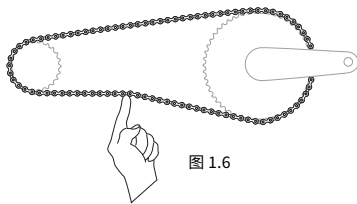

图 1.6
• 脚刹车：链条中间总的垂直运动应在 6-12mm (0.25-0.50英寸) 之间（图1.6）。